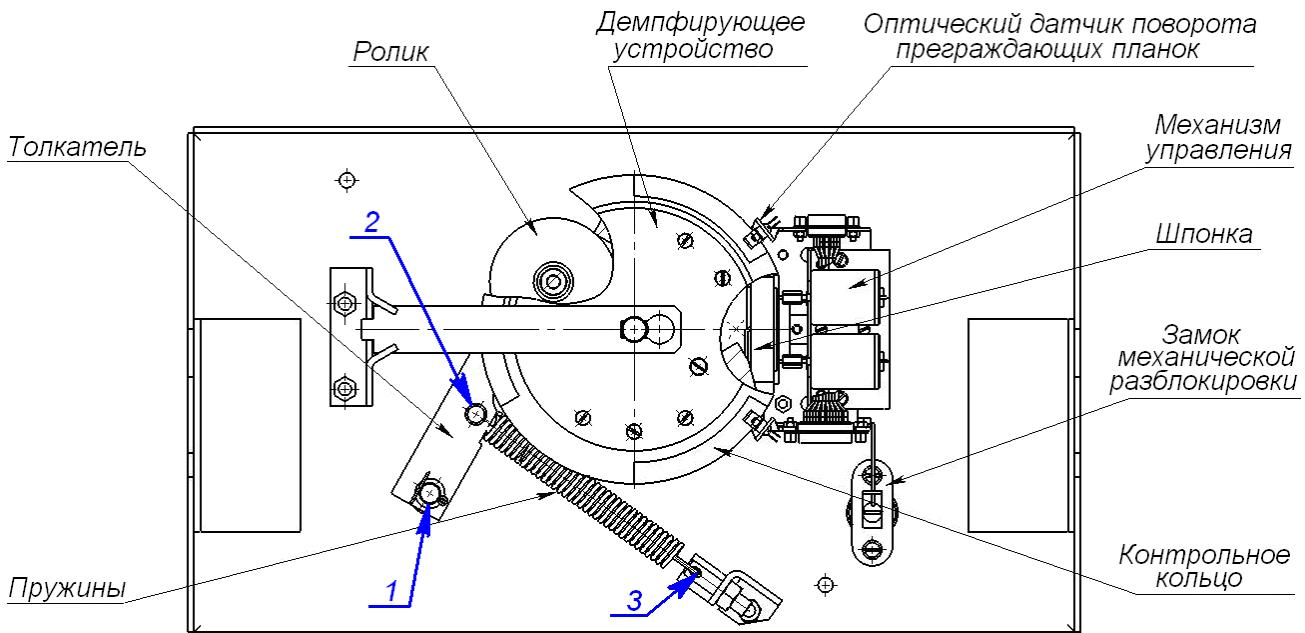

Рисунок 29. Расположение внутренних деталей и узлов стойки ЭП
2. Снимите крышку (3) в порядке, указанном в разд. 6 и положите ее на ровную устойчивую поверхность.
3. Осмотрите устройство доворота (толкатель, пружины и ролик), оптические датчики поворота преграждающих планок и демпфирующее устройство (см. рис. 29).
- четыре втулки на устройстве доворота – две на оси вращения толкателя и две на оси крепления пружин, а также отверстия в деталях крепления пружин, по две - три капли масла в каждое место смазки (места смазки указаны на рис. 29);
- механизмы секретности замка механической разблокировки (9) и замка крышки (4) со стороны замочной скважины.
- на рис. 29 – для ТРЛ производства **ZKTeco** (*FaceDepot-7A*, *FaceDepot-7B*, *ProFaceX*, *SpeedFace-V5L-TD*);